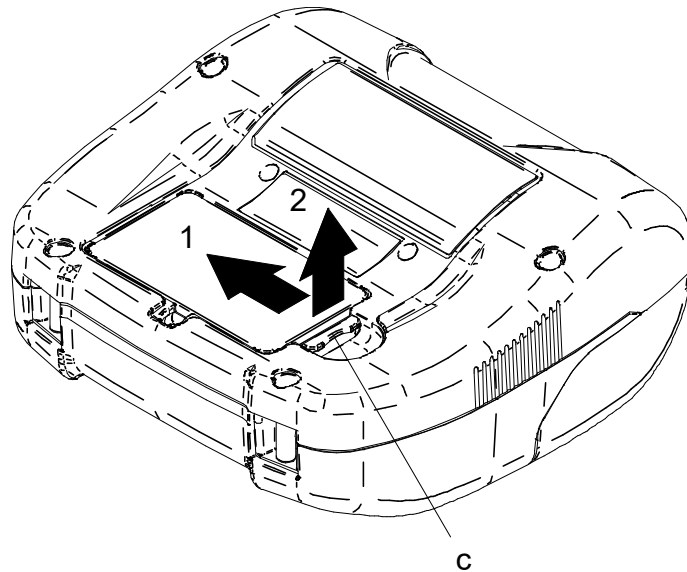

Figura 8-4 Retirar a bateria
- (1) Desligar a impressora.
- (2) Como mostrado na Figura 8-4, pressionar a alavanca da bateria "c" na direção da seta 1, retirá-la puxando na direção da seta 2.